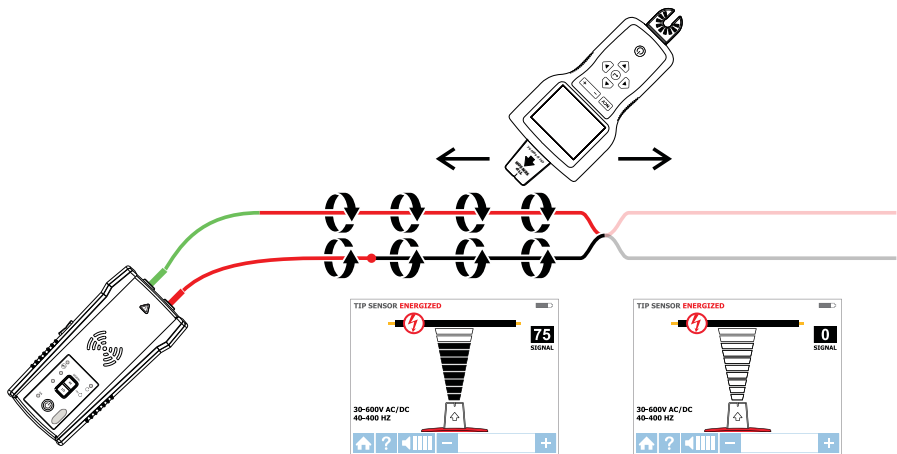

Figure 4.3 : Trouver un court-circuit
1. Raccordez le transmetteur avec les câbles d'essai au circuit comme indiqué dans la Figure 4.3.